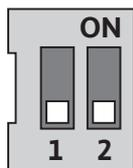

Fig. 28: DIP-brytare
DIP-brytarna (Fig. 9, pos. 6/Fig. 28) befinner sig under kåpan.